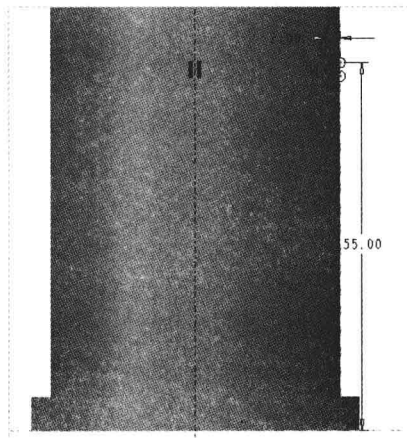

图 8-33 绘制截面
Step 05 弹出“草绘视图”菜单管理器, 选择“默认”选项, 进入草绘环境, 单击“草绘”选项卡中的相应按钮, 绘制截面, 如图 8-33 所示。